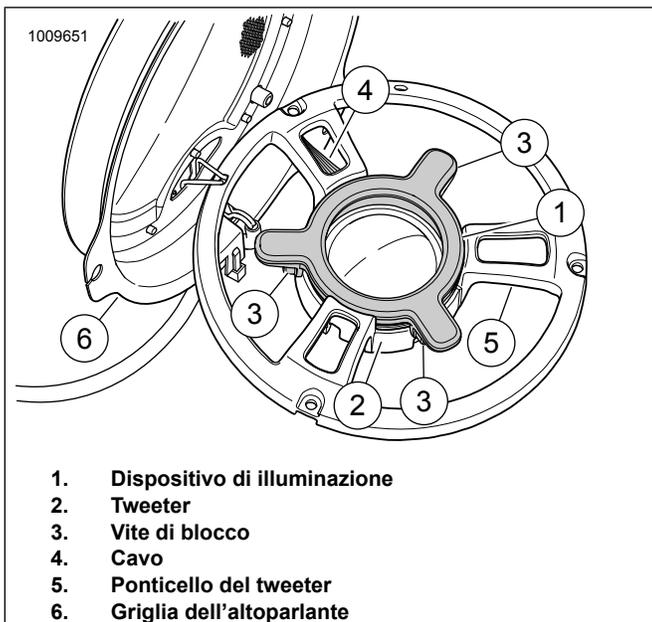

Figura 1. Griglia dell'altoparlante, ponticello del tweeter e luce LED
Vedere la figura 1. Vedere il manuale di manutenzione. Rimuovere la sede degli altoparlanti sulla carenatura superiore. L'altoparlante può rimanere nella sede per l'installazione del dispositivo di illuminazione. Rimuovere le tre viti che fissano il ponticello del tweeter (5) alla griglia dell'altoparlante (6) e separarli con accuratezza. Fare attenzione a non danneggiare o tendere eccessivamente i fili dell'altoparlante del tweeter. Conservare la bulloneria per l'installazione.
- Pulire la superficie di montaggio del tweeter. Posizionare il dispositivo di illuminazione in un punto dove il cavo (4) può essere fatto passare sotto al ponticello del tweeter.
Vedere la figura 1. Collocare il dispositivo di illuminazione (1) sul tweeter (2) come mostrato. Premere leggermente il dispositivo di illuminazione per posizionarlo.